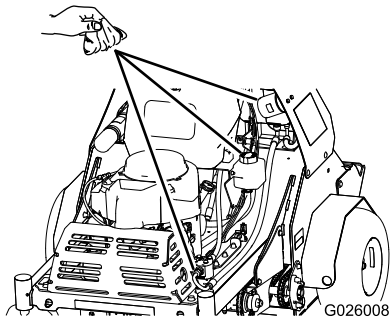

Figura 59
2. Limpie cuidadosamente la zona alrededor de la parte delantera de la bomba auxiliar, el tapón de llenado del depósito y el filtro (Figura 59).